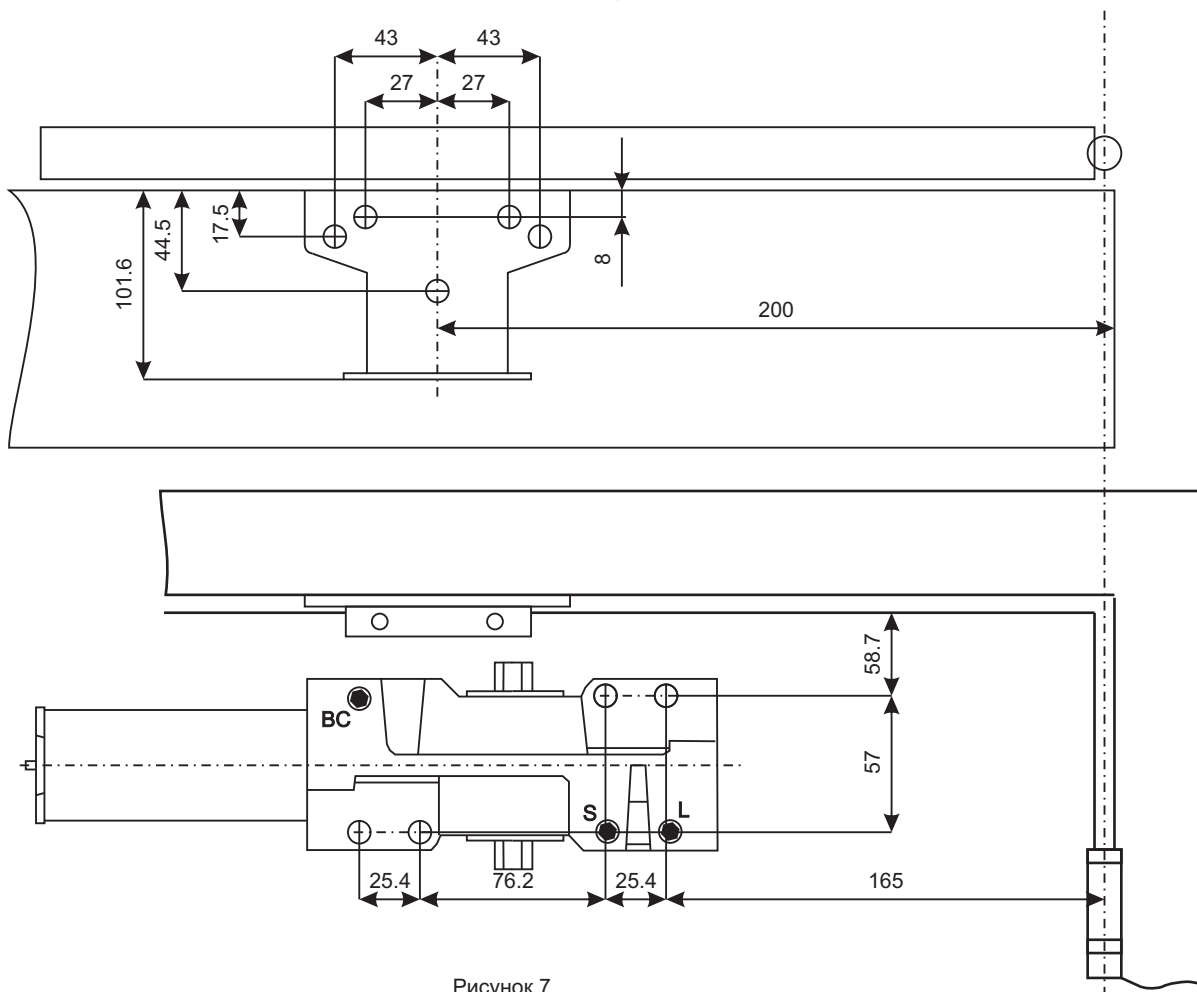

Рисунок 7
1. Используя рисунок 7 наметьте и просверлите крепежные отверстия для тела доводчика и кронштейна рычага.
4. Отрегулируйте винтом «CLOSING» (рисунок 7) скорость закрытия.
5. Отрегулируйте винтом «LATCH» (рисунок 7) скорость доводки в диапазоне 18° - 0° (см. раздел регулировки).
6. Данная модель доводчика оснащена винтом регулировки BACK CHECK (ветровой тормоз), который ограничивает резкое распахивание или захлопывание двери на отрезке от 70° до 180° (зависит от регулировки). При необходимости отрегулируйте степень амортизации, используя винт "BC" (рисунок 7).